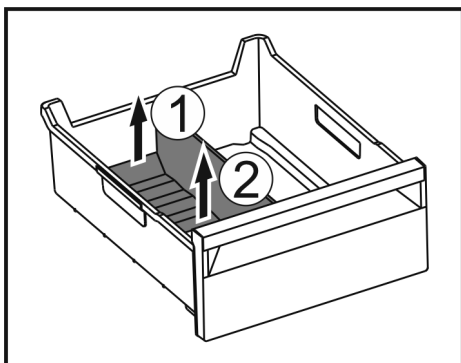

Fig. 126
- Nosta jäälaatikon jakajan takaosaa. Fig. 126 (1)
- Poista jäälaatikon jakaja ylöspäin. Fig. 126 (2)